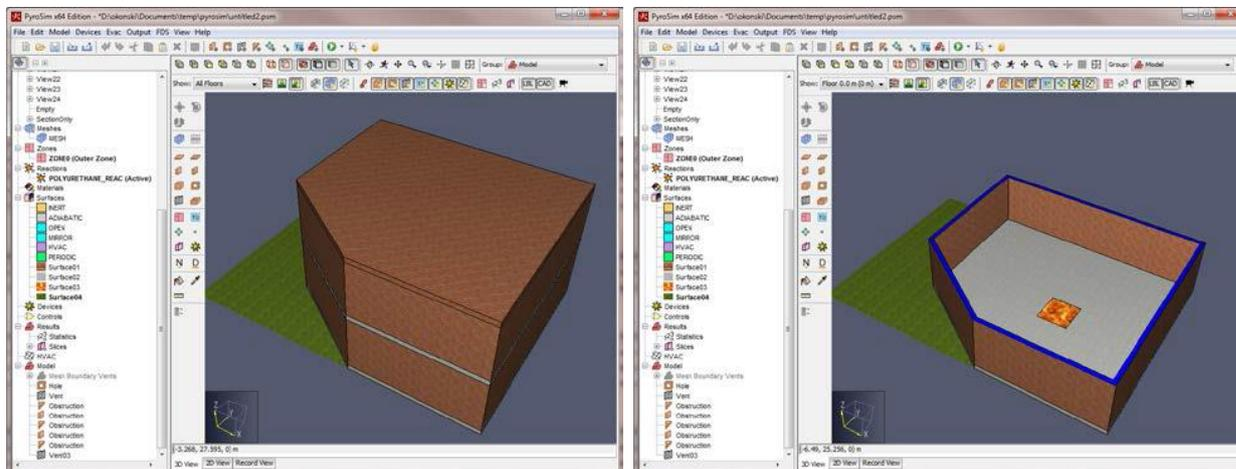

Рисунок 8-14 Раскрывающийся список групп
- Для только что нарисованных объектов в 3D или 2D-виде выберите нужную группу из выпадающего списка над видом, как показано на рисунке Рисунок 8-14. Все вновь созданные объекты будут добавлены в группу.